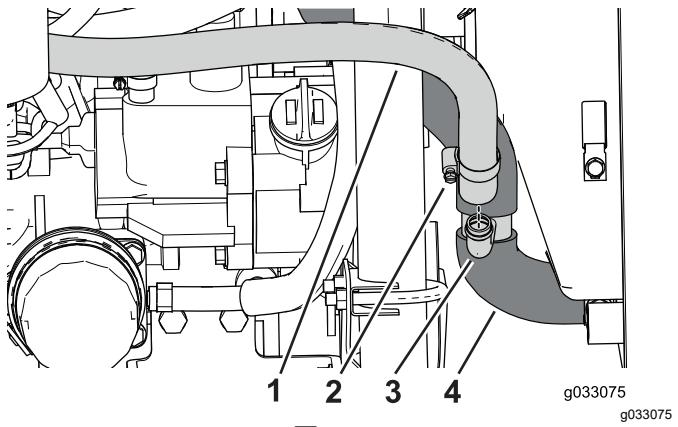
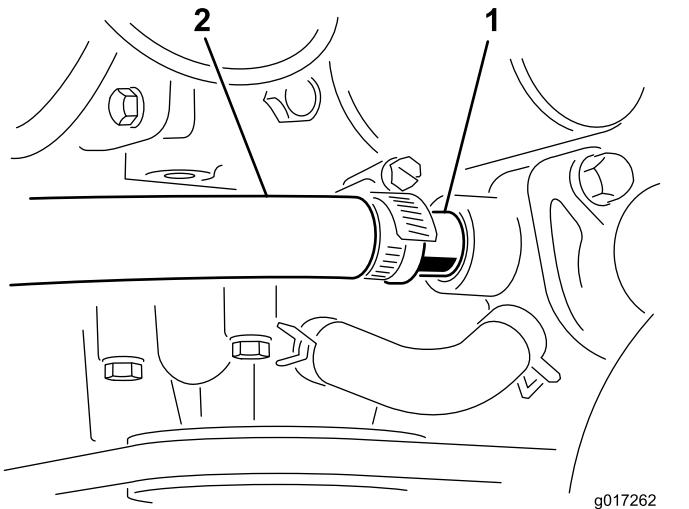

図 22
図 26
- T-字フィッティングを取り付けるバーブ鋸歯を図22のように下に向けること。
12. 短い方のヒーターhosseをニップルに取り付け、ホースクランプ $1"$ で固定する図 26。
11. 付属品のニップル $\frac{5}{8}$ "のねじ山部分にテフロンテープを巻き、左側のスイッチが取り付けられていた場所に取り付ける。短い方のヒーターhosをニップルに取り付け、ホースクランプ1"で固定する図26。
2. エンジンカバーを開け、ヒーターのフィッティング図22と図26、電気系統のプラグ図19、ウォッシャーのホースを外す。